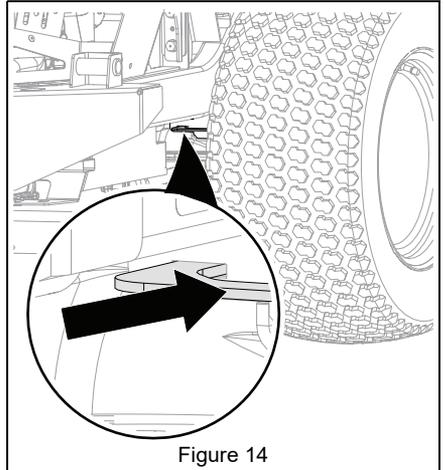

Figure 14
5. Remettre les leviers de dérivation des boîtes-ponts en position de marche. Voir Figure 14.